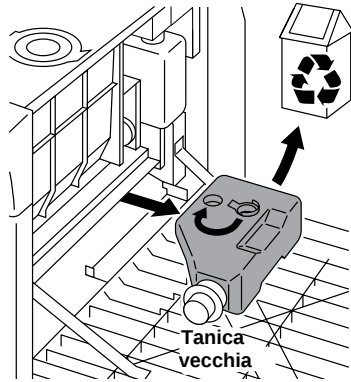

Figura 4-16 Rimozione del raccoglitore dello sviluppatore
2. Rimuovere il raccoglitore dello sviluppatore, come mostrato nella Figura 4-16.
3. Spostare il tappo della tanica dalla posizione di immagazzinamento sul foro di raccolta per chiudere la tanica, come mostrato nella Figura 4-16.